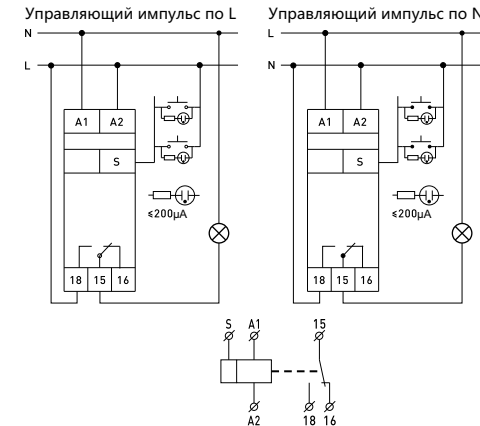

Рис. 4 Схема подключения
- 3.4. Произвести подключение реле в соответствии со схемой, приведенной на рис. 4.